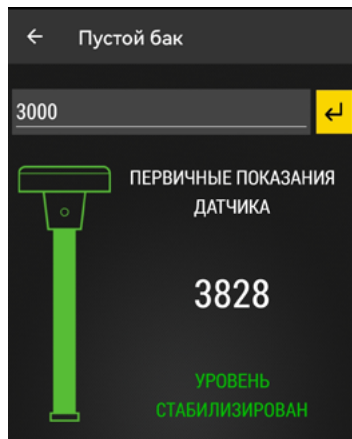

Рис.18. Стабильные показания уровня
- Дождитесь стабилизации уровня – появится сообщение «Уровень стабилизирован», окрашенный в зеленый цвет (**Рис.18**).